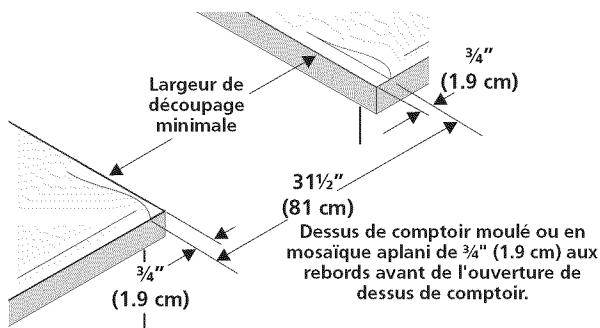

Figure 1
- Les dessus de comptoir au **rebord avant moulé** doivent être aplanis de  $\frac{3}{4}$ " (1.9 cm) à chaque coin avant de l'ouverture (Figure 1).
- Il est possible qu'il soit nécessaire d'araser de  $\frac{3}{4}$ " (1.9 cm) les dessus de **comptoir en mosaïque** à chaque coin avant et/ou d'aplanir le rebord arrondi (Figure 1).